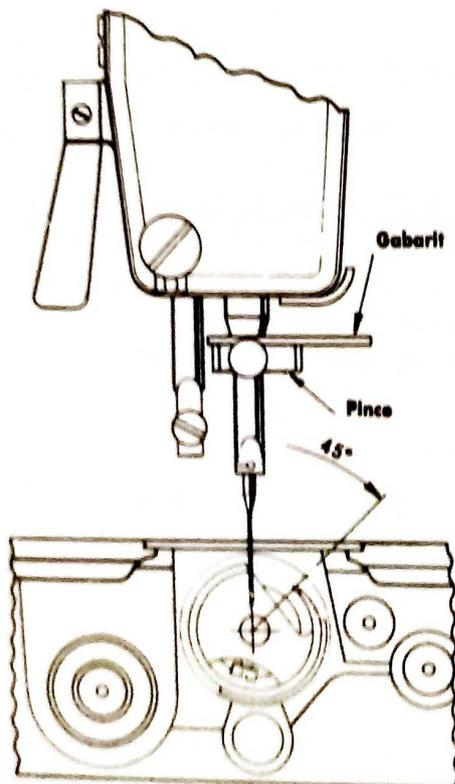

Fig. 7.1
- .24 Desserrer les vis du crochet et les introduire dans leur axe, à fond; le faire tourner jusqu'à ce que la pointe du crochet se trouve à environ 45° de l'axe de l'aiguille (fig. 7.1).